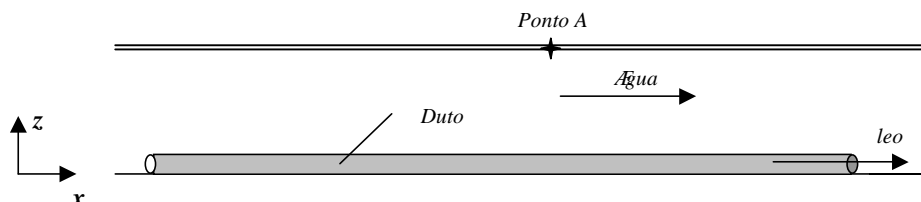

Figura 1 Disposição do duto no canal
Um duto que transporta óleo está lançado ao longo do leito de um grande canal por onde escoa água, como mostrado na Figura 1. Certo dia, pequenas bolhas de óleo começam a aparecer a curtos intervalos de tempo na região em torno do Ponto A. O engenheiro responsável imediatamente diagnostica um provável vazamento de óleo proveniente de um pequeno furo na tubulação, a montante do Ponto A. Após ordenar a interrupção do bombeamento, é necessário localizar o furo para repará-lo (tarefa difícil, pois, após esta interrupção, o óleo pára de vazar). Torna-se então necessário orientar o mergulhador para a região do duto onde ele deve localizar o furo. Pretende-se estimar a posição do furo por argumentos hidrodinâmicos e cinemáticos.
- c) A profundidade do canal é $H = 3 \text{ m}$. Suponha que o canal é largo, e que o movimento da gota ascendente pode ser analisado no plano xz (Figura 1). O perfil de velocidades $\mathbf{u}(\mathbf{z})$ do escoamento da água foi medido experimentalmente. Os valores da velocidade \mathbf{u} em função da altura \mathbf{z} estão listados na Tabela, e o perfil de velocidades interpolado é mostrado na Figura 2. Suponha também que, em primeira aproximação, os movimentos vertical e horizontal da gota são independentes e que, numa determinada altura \mathbf{z} , a velocidade horizontal da gota, $\mathbf{u}_g(\mathbf{z})$, é igual à velocidade da água no canal na mesma altura, $\mathbf{u}(\mathbf{z})$, conforme mostrado na Figura 2. Despreze em sua análise as dimensões do duto e assuma que a gota atinge a velocidade terminal w imediatamente após se desprender da parede do duto. Estime a distância horizontal L entre o Ponto A e o local do furo. **(valor: 4,0 pontos)**